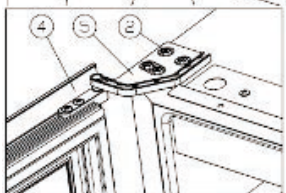

Figure 6
- Tournez la porte ④ à 180 degrés, et insérez la charnière inférieure droite⑤, vissez les vis M5*16②. [Figure 6] Le retournement de la porte est terminé.